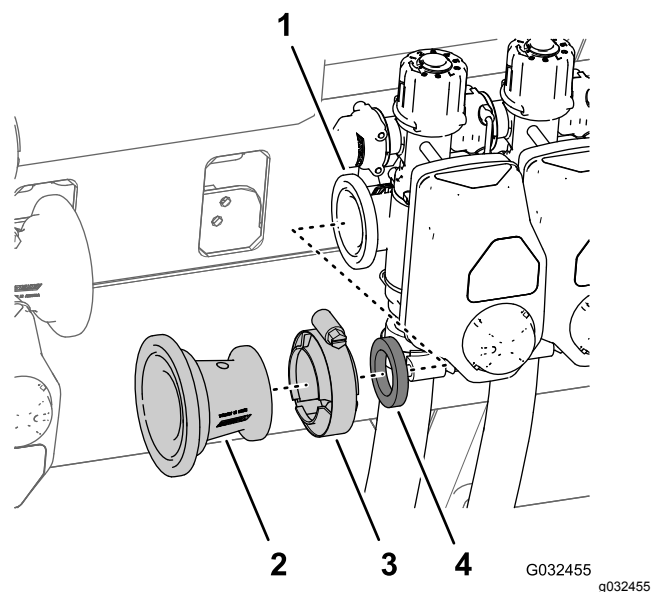

図 46
4. 縮径アダプタとガスケット2-1/4 インチを左ブームバルブのフランジに固定しているフランジクランプ76mmを外して、アダプタとクランプとガスケットを機体から外す 図 46。